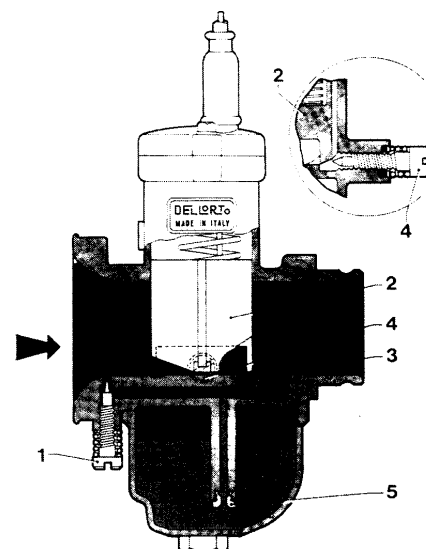

Bild 19
Bild 19 zeigt den Gasschieber (2) in der Leerlaufposition, eingestellt durch die LeerlaufEinstellschraube (4).